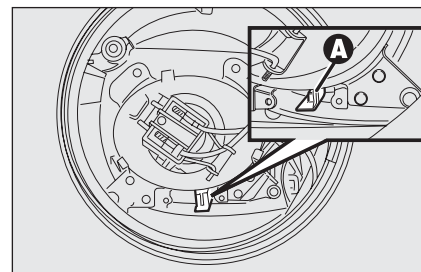

fig. 84
- move lever **A**-fig. 84 aside.